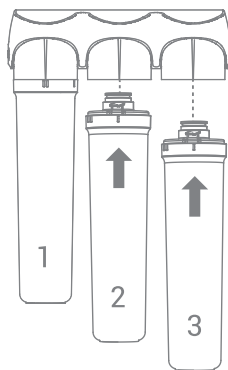

Рис. 5
2. Установите картриджи в соответствии с нумерацией ступеней фильтра (рис. 5)